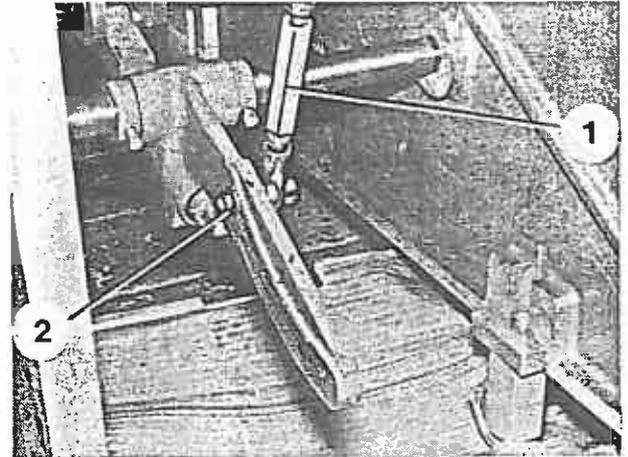

Bild 52
4. Befestigungsmutter (Bild 52/2) lösen, Zugstange (Bild 52/1) in die hinterste Stellung drücken und Mutter wieder festziehen.